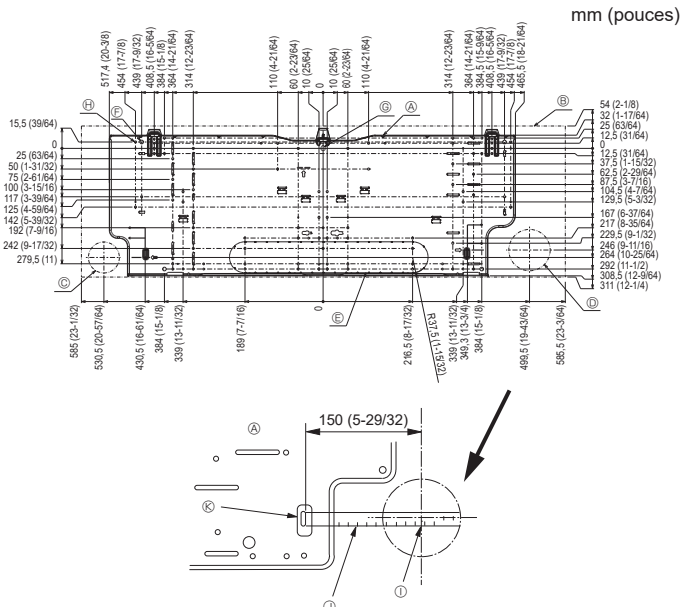

Fig. 3-2
■ PKFY-WL-NKMU-E (Fig. 3-2)
- Ⓐ Planche d'installation ①